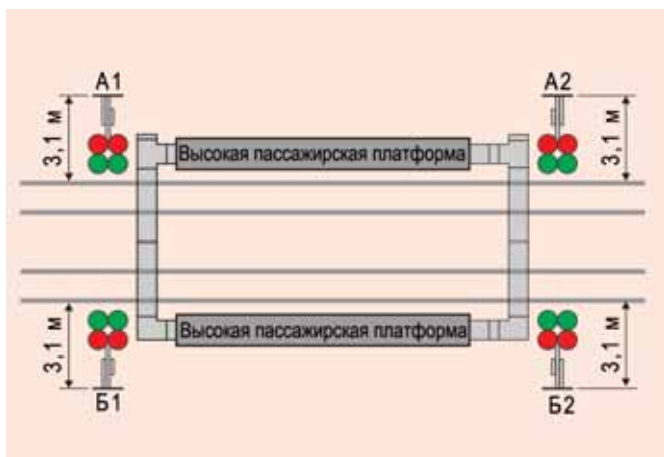

РИС. 1
■ Вариант установки пешеходных светофоров в местах выхода пассажиров с платформ представлен на рис. 1. Для подачи светового сигнала на каждом из них устанавливается по две противоположно направленные светофорные головки с двумя светодиодными светооптическими системами красного (ОПСК) и зеленого (ОПСЗ) цветов с изображением символов стоящего и идущего человека соответственно.